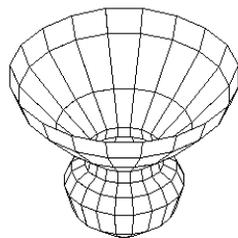

Рис. 10.47. Построение сети, аппроксимирующей поверхность вращения
- ◆ **Сеть вращения (Revolved Mesh)** — вызывает команду П-ВРАЩ (REVSURF), которая позволяет получить сеть как аппроксимацию поверхности, образующейся в пространстве при вращении линии вокруг оси. На рис. 10.47 показан пример сети, полученной от вращения компактной полилинии вокруг оси Y МСК (невидимые линии скрыты с помощью команды СКРЫТЬ (HIDE));
При построении сетей, аппроксимирующих поверхности (например, см. рис. 10.47 важная роль отводится системным переменным SURFTAB1 и SURFTAB2 (о системных переменных см. приложение 2). Стандартные значения этих переменных равны 6.